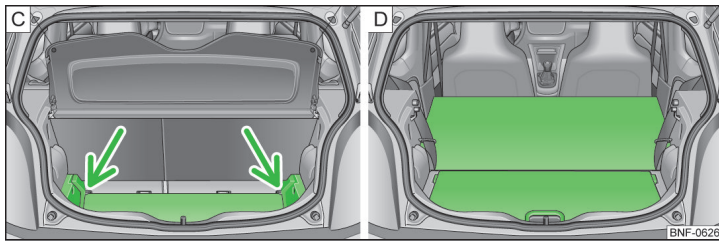

Fig. 72 Mărirea portbagajului: spre în jos / spre în față
- > Ridicați podeaua variabilă și împingeți-o în caneluri » fig. 72 - .